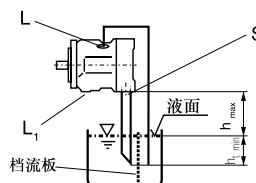

图4
b) 当油箱的最低液面比泵的上端低时，“L1”口堵，“L”口以及有可能“S”口的管道连接见接管见图4。情况如同1.2.1节。
a) 如安装在油箱之上，请见图4。